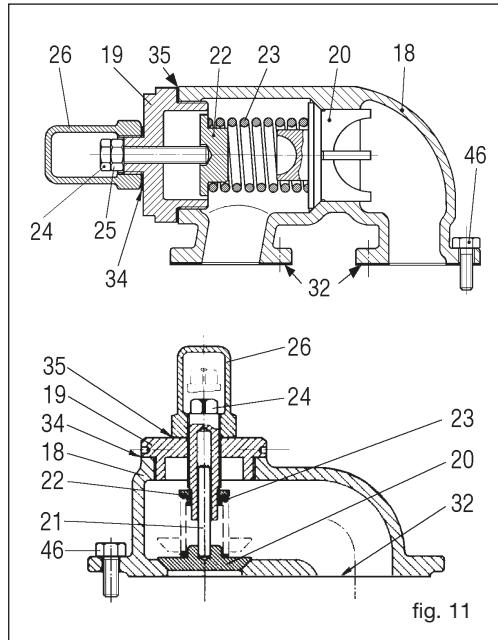

fig. 11
#### 10.5 Réglage de la soupape de sécurité (by-pass) (fig. 11)
- Dévisser les boulons (43). Agir sur les deux trous filetés (s'ils sont prévus) pour extraire le couvercle plus facilement.
- Éviter d'abîmer le joint (31) enlevant le couvercle. Le remplacer si nécessaire. Ne pas utiliser de joints abîmés ou ayant une épaisseur autre que celle du joint d'origine.
- Dégager le groupe couvercle/ roue dentée (04-03) du corps de la pompe (01) avec précaution.
- Attention:** Après avoir enlevé le couvercle, la roue dentée peut glisser librement du pivot (06) si elle n'est pas retenue, ce qui risque de provoquer un accident.
- Il n'est pas nécessaire d'enlever la soupape de sécurité montée sur le couvercle (V fig. 11) s'il y en a une. Dévisser les boulons (46) en ayant soin de ne pas abîmer le/s joint/s (32) pour effectuer les opérations d'entretien sur la soupape. Remplacer au besoin le joint.